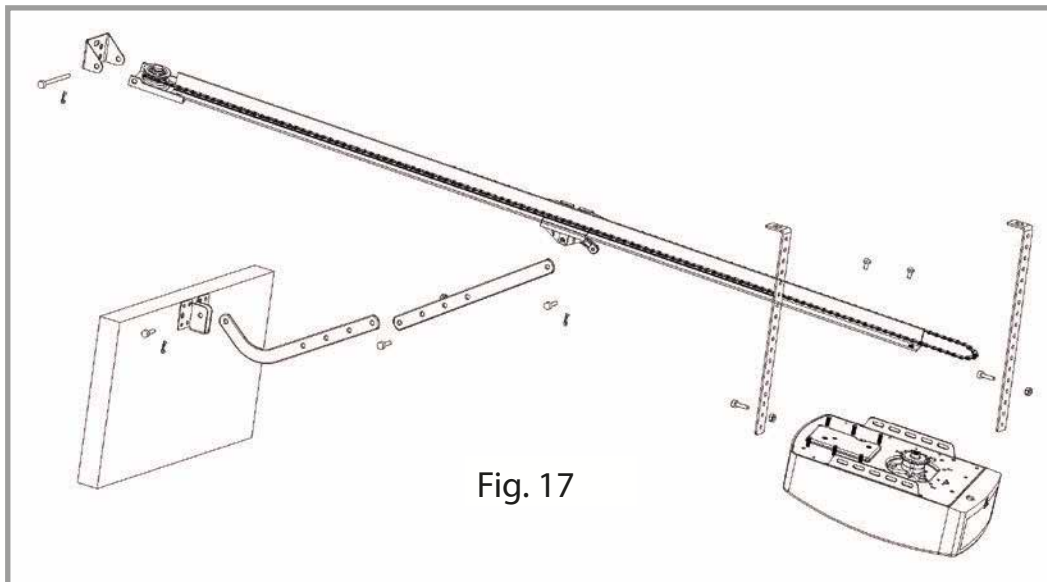
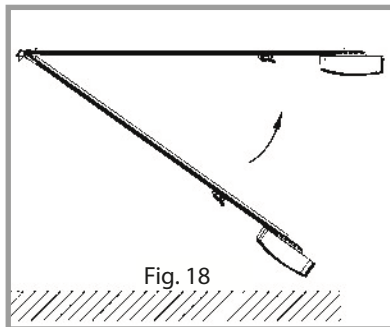
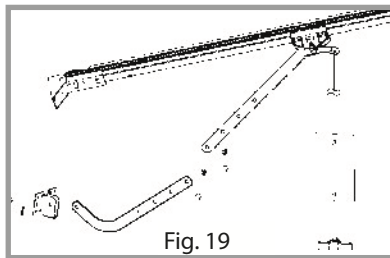

Fig. 17
Fig. 18
Fig. 19
STEP1 (Fig. 17)
STEP2 (Fig. 17)
STEP3 (Fig. 17, Fig. 18)
STEP4 (Fig. 17, Fig. 19)